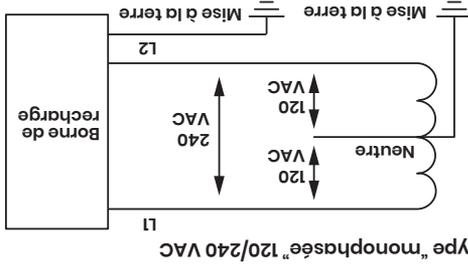
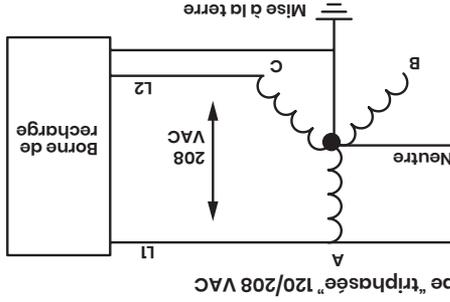

Figure 1
Figure 2
- une alimentation de type «monophasée» 120/240 VAC (figure 1) ou «triphase» 120/208 VAC (figure 2)